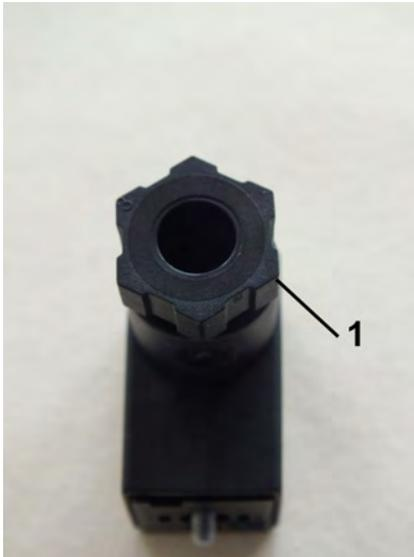

Abb. 24: Verschraubung lösen
4. ➤ Verschraubung (Abb. 24/1) durch Drehen nach links lösen
8. ➤ Verschraubung (Abb. 24/1) durch Drehen nach rechts wieder anziehen